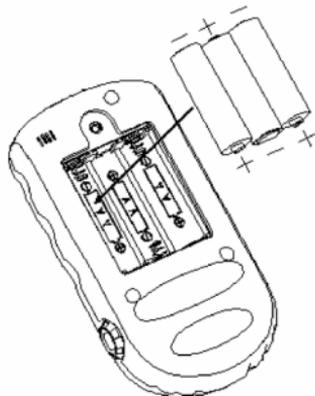

Figura 2
2. Prestando attenzione alla polarità, inserire tre batterie AA nell'alloggiamento, come mostrato in figura 2.